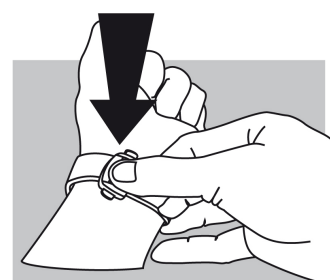

fig. 2
**Comment utiliser la valve à hélium ? (fig. 2)**
**Fermeture (fig. 2) :** passez votre montre au poignet et refermez le fermoir en appuyant avec le pouce. Attention de bien appuyer jusqu'à ce que vous entendiez un dé clic. (fig. 2).